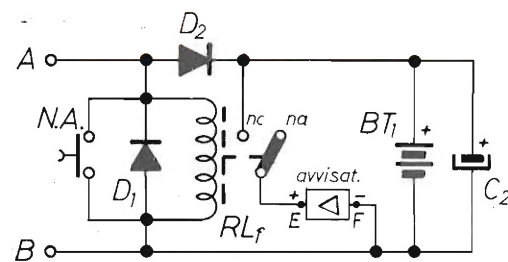
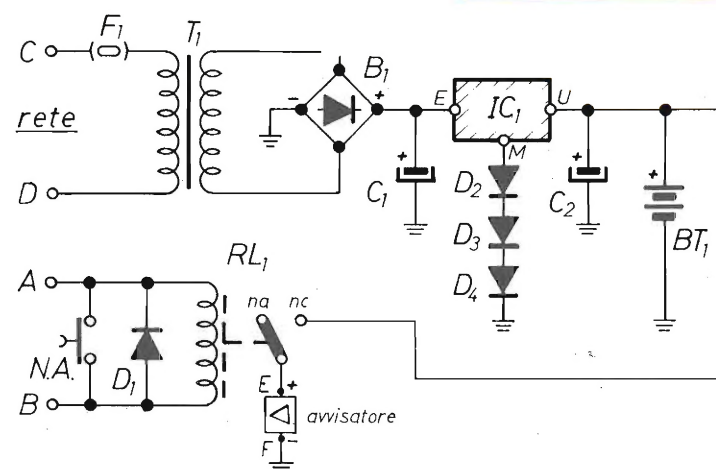

figura 6 - Controllo e protezione TIPO1.
figura 7 - Controllo e protezione TIPO2.
1) con batteria caricata direttamente dalla centrale (figura 6); 2) con alimentazione completamente svincolata dall'altra (figura 7).
Utilizzando gli avvisatori autoalimentati di figura 6 e 7, che utilizzano come sensore di allarme la caduta a zero della tensione proveniente da centrale ogni manomissione sarà denunciata.
Le due versioni del circuito di protezione dell'avvisatore sono: 1) Un solo relé (sempre eccitato) e due diodi (figura 6). Il relé, normalmente eccitato, mantiene disalimentata la sirena mentre allo stesso tempo la batteria si mantiene in carica mediante D2. Se si manomette la connessione bifilare con la centrale (A' e B) il relé si diseccita, facendo suonare la sirena; se il malintenzionato riconnette i fili invertiti il diodi D1 farebbe saltare il fusibile. Il pulsante S invece pone in corto le connessioni se si apre il contenitore.